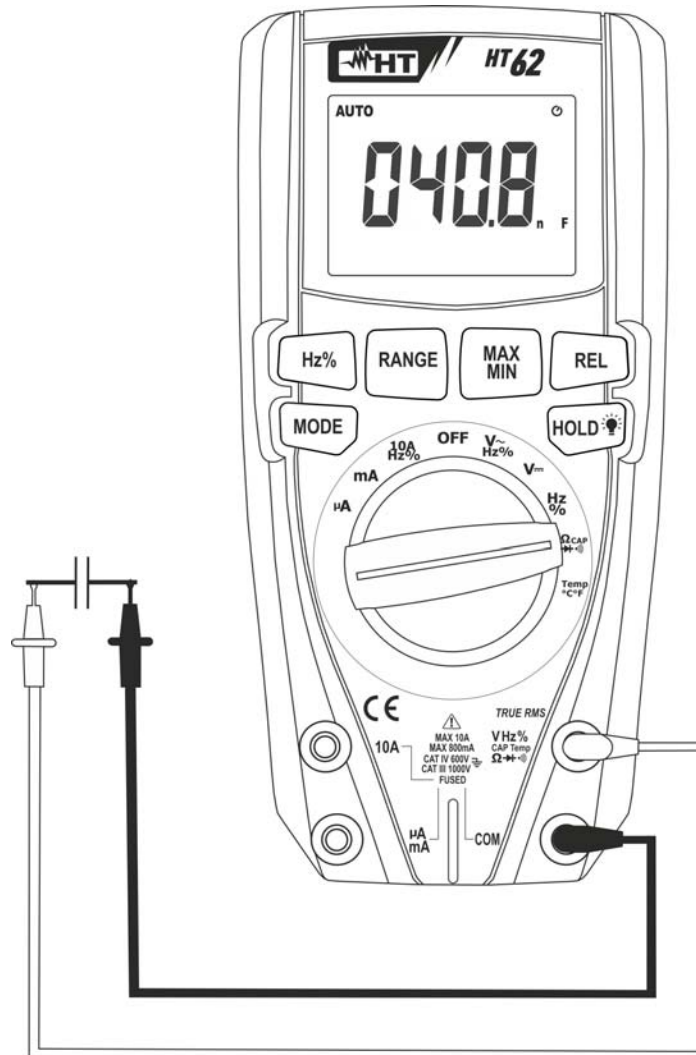

Fig. 7: Uso del instrumento para medida de Capacidades
5. Posicione las puntas de prueba en los extremos del condensador en examen respetando eventualmente las polaridades positivas (cable rojo) y negativas (cable negro) (vea la Fig. 7). El valor de la capacidad se muestra en pantalla